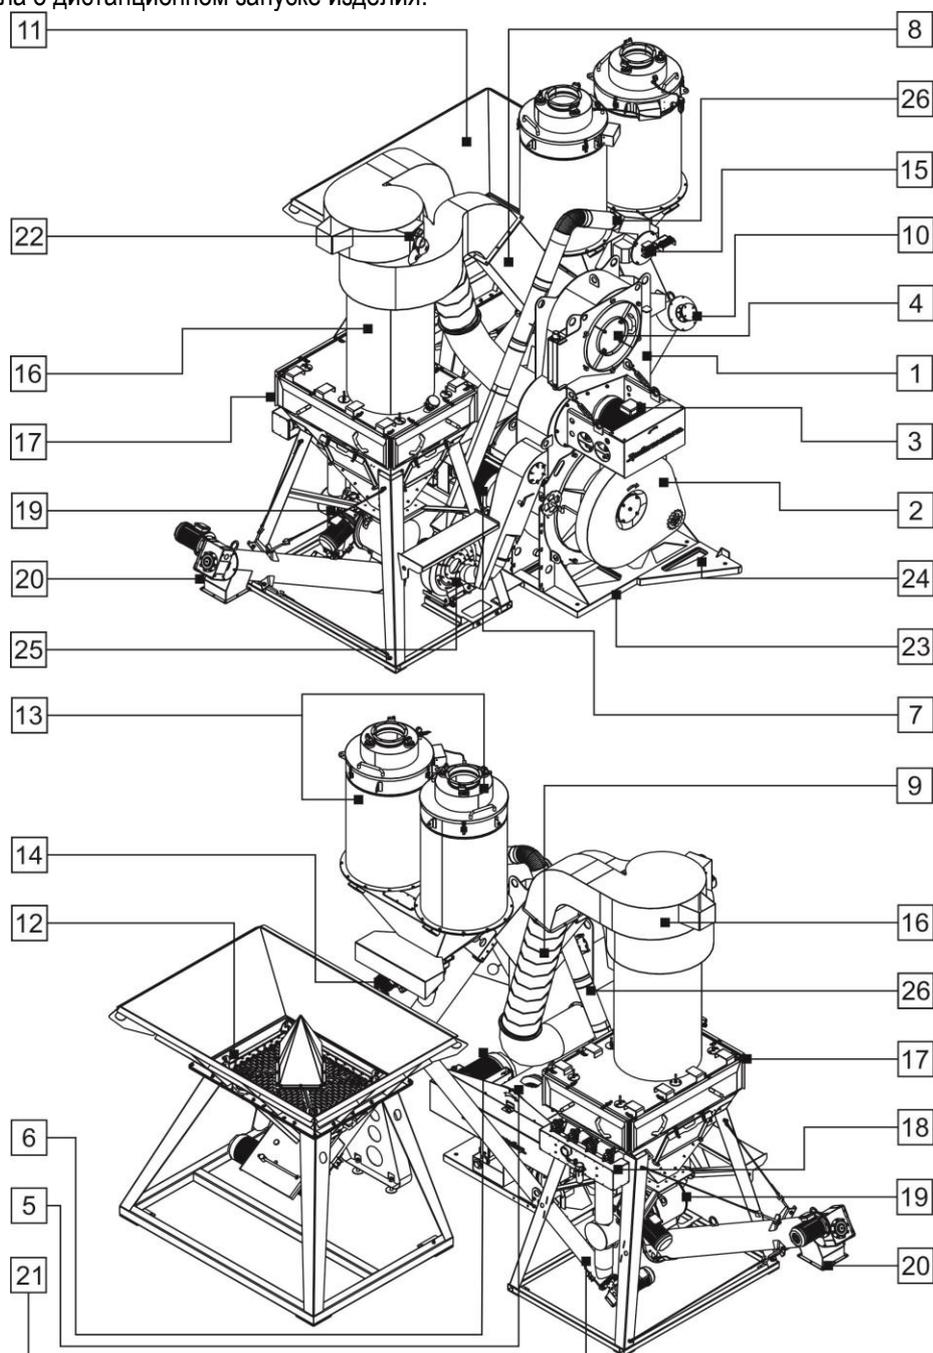

Рис. 2
Изделие (Рис. 2) состоит из монокорпуса (1), в нижней части которого находится блок элеватора (2), в средней – вентилятор наддува (3), в верхней – воздушно-центробежный классификатор (4). С противоположной стороны монокорпуса (1) расположены: обечайка амортизационного блока (5), электродвигатели (6, 7) привода ротора-ускорителя, кожух клиноременной передачи, механизм адаптивной системы натяжения ремней главного привода (АСНР), транспортный (8) и возвратный (9) воздуховоды.
Для управления работой изделия служат: выносной электрический пульт с блоком БАУ «МИКРОН», шкаф пневматических компонентов систем регенерации, пульт установки дозирования активирующей смеси «ПАВ 23/200» (на Рис. 2 не показаны).
В процессе помола в центр ротора-ускорителя помимо кусков сырья так же может подаваться активирующая добавка. Разогрев активирующей добавки осуществляется в установке дозирования активирующей смеси «ПАВ 23/200» (на Рис. 2 не показано). Присутствие добавки в зоне интенсивного образования новых поверхностей позволяет получать порошки с высокой степенью гидрофобности при относительно низком расходе активирующего состава.